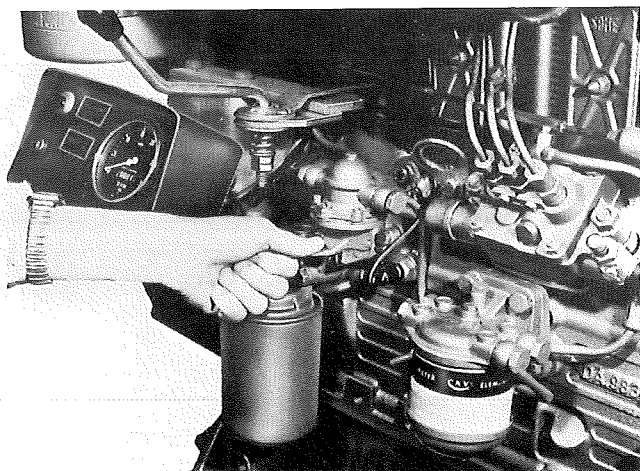

Fig. 48 - Actionnement manuel de la pompe d'alimentation.
- Actionner la pompe d'alimentation manuelle comme indiqué à la fig. 48 jusqu'à ce que le combustible sorte par la vis de purge du filtre sans aucune bulle d'air.